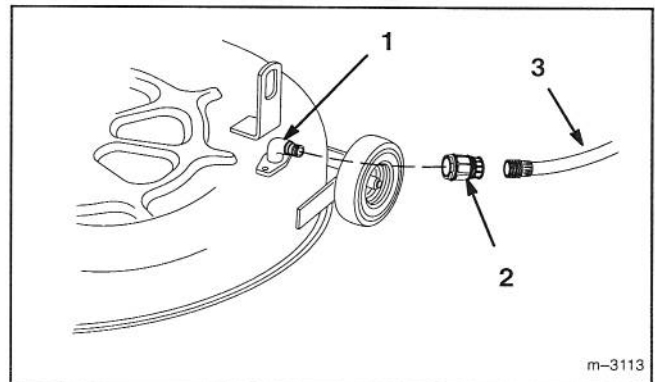

Figure 15
2. Visser la douille de raccordement du tuyau au raccord de lavage de la tondeuse et ouvrir l'eau à fond (Fig. 15).